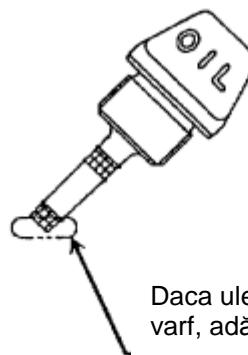
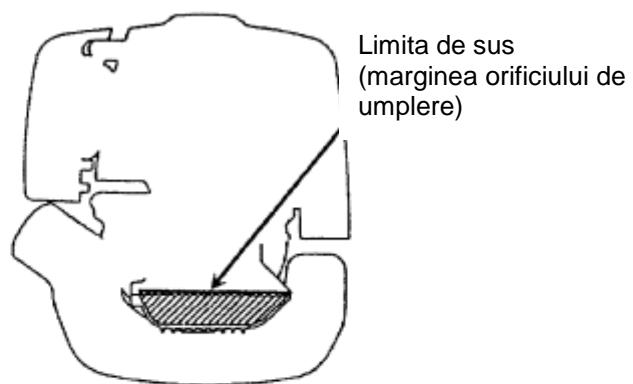

Fig.1
Fig.2
- Cu motorul in pozitie dreapta, scoate joja de ulei si vezi daca nivelul de ulei este intre semnele de jos si de sus de pe joja. Daca nivelul de ulei este scazut si joja atinge uleiul numai cu varful tijei, indeosebi cand joja ramane bagata in carter fara a fi insurubata (Fig. 1), completeaza cu ulei proaspat (Fig. 2).
(Vezi Fig. 2 de pe pagina anterioara).